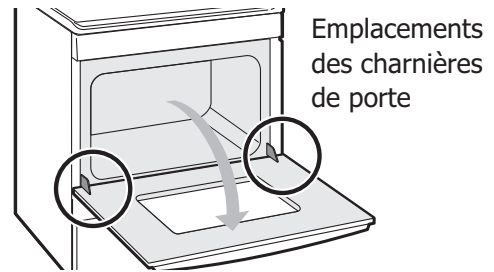

Figure 5 : Emplacement des charnières de porte
1. Ouvrir complètement la porte du four, parallèle au plancher (voir Figure 5).
3. Ouvrir complètement la porte du four, parallèle au plancher (voir Figure 5).